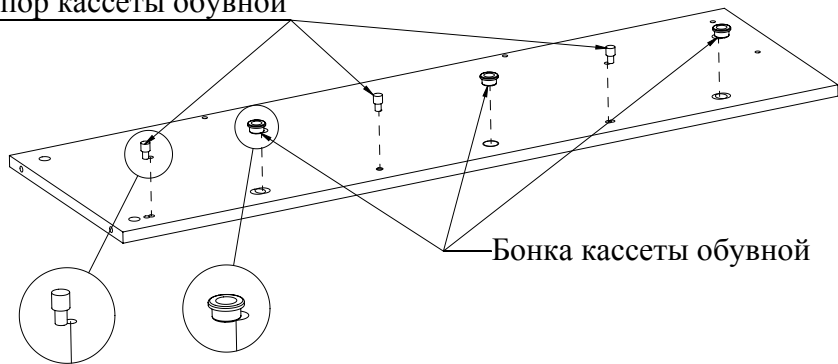

Рис.4
4. Соедините детали 2, 3 и 5 с деталью 1 и затяните головки минификс. Соедините деталь 4 с полученной конструкцией с помощью конфирмат. Вбейте опора гвоздь в детали 2 и 3 (Рис. 4).